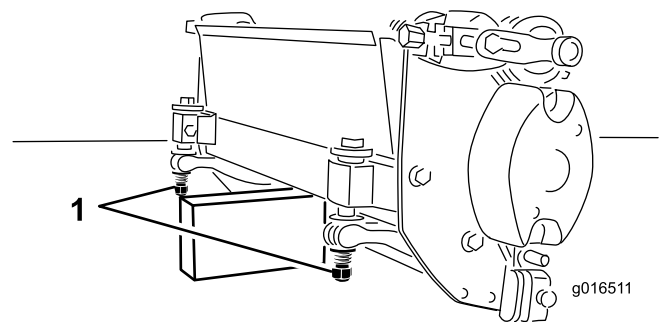

Bild 6
Wenn Sie das Mähwerk kippen müssen, um das Untermesser bzw. die Spindel zugänglich zu machen, stützen Sie das Heck des Mähwerks mit dem Sütztständer ab, um sicherzustellen, dass die Muttern hinten an den Einstellschrauben des Untermesserträgers nicht auf der Arbeitsfläche aufliegen (Bild 6).
2. Kippen Sie das Mähwerk, um das Untermesser und die Spindel zugänglich zu machen. **Stellen Sie sicher, dass die Muttern hinten an den Einstellschrauben des Untermesserträgers nicht auf der Arbeitsfläche aufliegen (Bild 6).**
Wichtig: Wenn Sie das Mähwerk kippen müssen, um das Untermesser bzw. die Spindel zugänglich zu machen, stützen Sie das Heck des Mähwerks mit dem Sütztänder ab, um sicherzustellen, dass die Muttern hinten an den Einstellschrauben des Untermesserträgers nicht auf der Arbeitsfläche aufliegen (Bild 6).